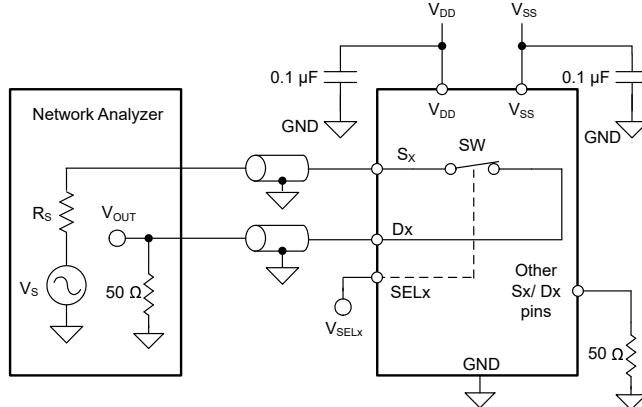

图 7-8. 带宽测量设置
带宽 (BW) 定义为当输入施加到导通通道的源极引脚 ( $S_x$ )，并在漏极引脚 ( $D_x$ ) 上测量输出时，衰减小于  $3\text{dB}$  的频率范围。图 7-8 和 方程式 3 展示了用于测量开关带宽的设置。